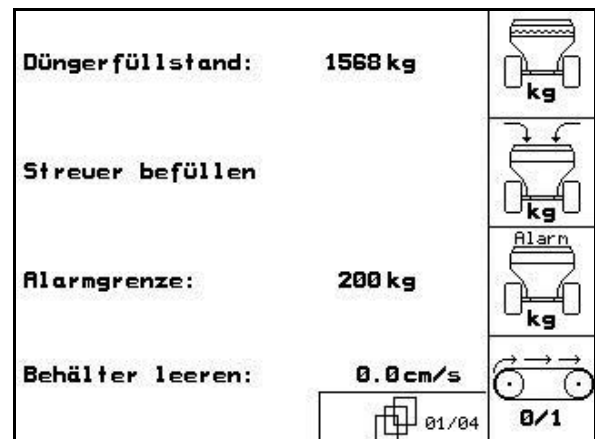

Рис. 51
- В меню «Параметры агрегата», страница 1  (Рис. 51).